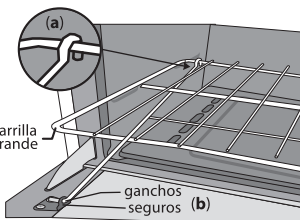

fig. 26
2. Colocar los ganchos en la parte posterior de la parrilla. (fig. 26 a)
3. Inserte las puntas de los ganchos largos a los seguros localizados en el marco interno de la puerta. (fig. 26 b)